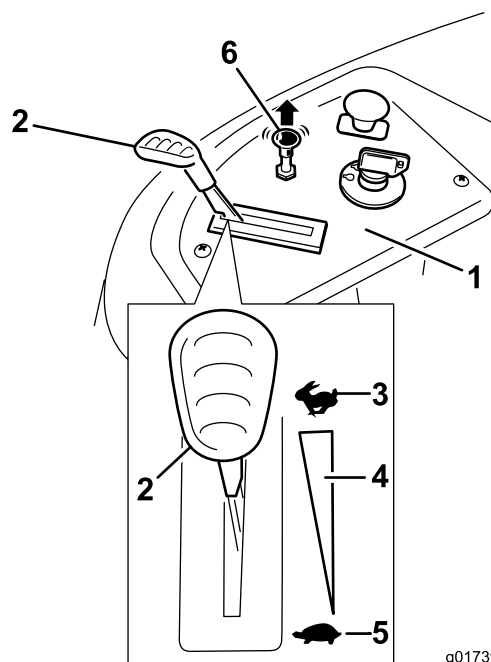

Figure 12
3. Tirez la commande de starter pour démarrer un moteur à froid (Figure 12).
2. Placez la commande d'accélérateur à la position haut régime (Figure 12).